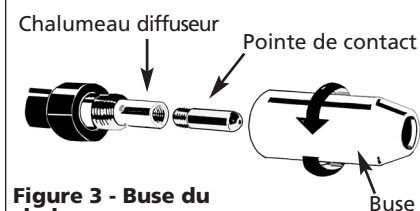

Figure 3 - Buse du chalumeau
- b. Le fil s'agence à la pointe de contact sur l'extrémité du chalumeau (voir figure 3).
7. Dévisser l'embout et la pointe de contact de l'extrémité du chalumeau de soudure (voir figure 3). Brancher le soudeur dans une bonne prise d'alimentation de courant.
9. Glisser avec soin la pointe de contact sur le fil, visser la pointe dans le chalumeau et réinstaller l'embout (voir figure 3). Couper le fil à environ 1/4 po (0,635 cm) de l'extrémité de la buse.